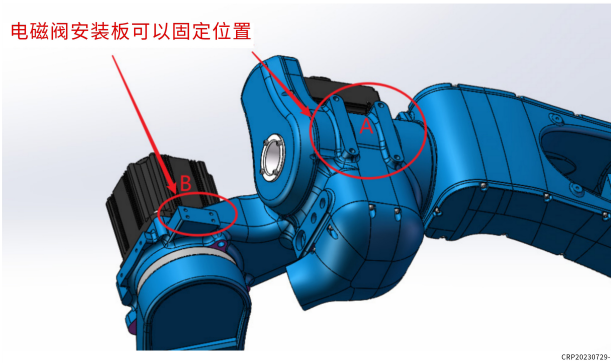

图 3.1
2. 抓手电磁阀安装在机器人顶部，安装位置与安装尺寸分别如图3.1和图3.2所示。